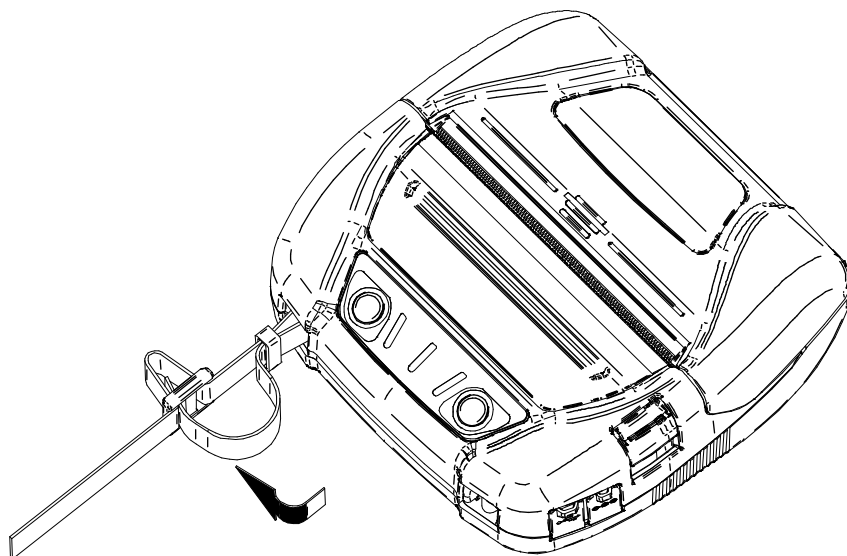

Figura 14-6 Installazione della tracolla (3)
- (3) Come mostrato nella Figura 14-6, far passare la punta della tracolla attraverso il foro del regolatore sul lato più lontano dalla stampante.